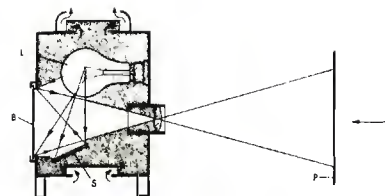

Fig. 272. Traiettorie della luce nell'episcopio; proiezione per trasparenza.
le figure 272 e 273 sono indicate le aperture per l'aerazione). Siccome non intendiamo acquistare obiettivi e lampade speciali, luminosità e grandezza della nostra immagine saranno necessariamente limitate. L'apparecchio descritto da immagini sufficientemente luminose su schermo trasparente fino a m 1,20 di larghezza, usando due normali lampadine da 150 W. L'obiettivo (3) è doppio (v. fig. 266), con due menischi del diametro di 54 mm e di lunghezza focale 400 mm, a distanza di 70 mm. Il diaframma può variare da 25 a 35 mm, a seconda delle esigenze per quanto riguarda la nitidezza ai bordi. Per la costruzione del tubo, v. parte XIV.